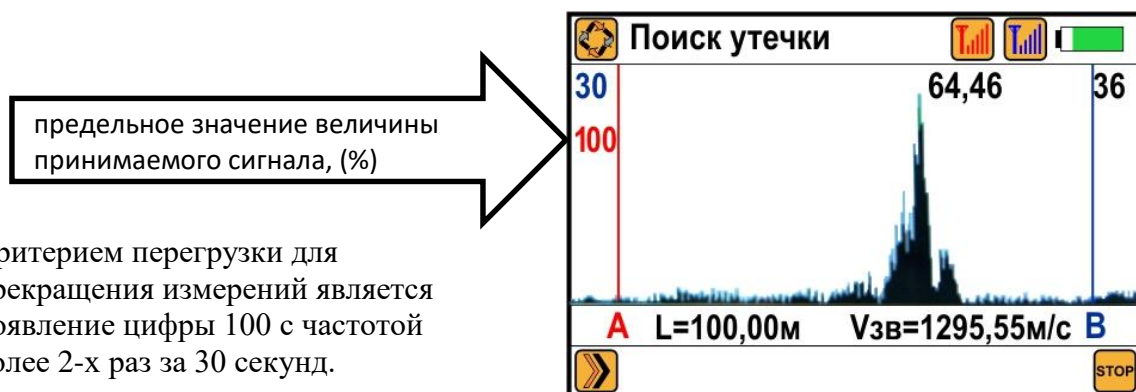

Рисунок 7 Перегрузка принимаемого сигнала
- цифровые значения уровней сигналов от «красного» или «синего» УП-305 принимаемых приемником КП-305 (левый вертикальный столбец окна «Поиск утечки») не должны доходить до цифры 100 (см. рис. 7). При частом появлении цифры 100 остановить измерение и повторно запустить;